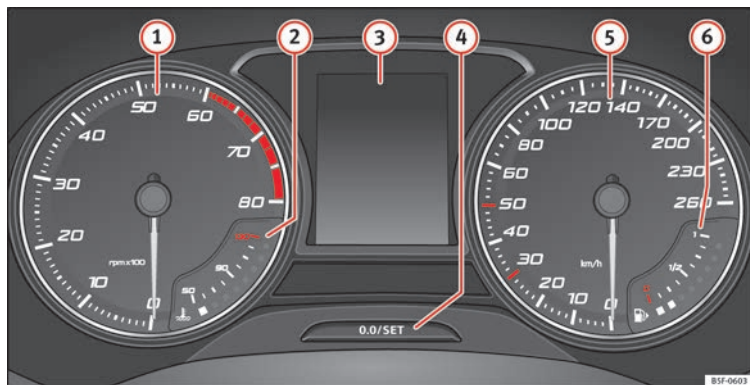

Bild 121 Kombiinstrumentet på instrumentbrädan
Varvräknaren visar antalet motorvarv per minut » **bild 121** ①.
Låt aldrig varvräknarens nål ① » **bild 121** gå in i den röda zonen på mätaren i mer än mycket korta perioder. Annars finns det risk att motorn skadas.
Olika typer av information kan visas på instrumentpanelens display » **bild 121** ③, beroende på aktuell utrustning:
- Tryck snabbt ner knappen » **bild 121** ④ för att återställa färdminnet till 0.
- Håll knappen ④ nertryckt i ca 3 sekunder så visas det tidigare värdet på nytt.
- För att ställa in tiden hålls knappen **» bild 121 4** nertryckt i mer än 3 sekunder för att välja timma eller minut.
Håll knappen **» bild 121 4** nertryckt i mer än 15 sekunder för att visa motorns identifieringsbokstäver (MKB). För att göra detta måste tändningen vara påslagen och motorn avstängd.
Kylmedelstemperaturmätaren **2** » **bild 121** fungerar bara med tändningen påslagen. Var vänlig läs följande information om de olika temperaturområdena för att undvika skador på motorn.